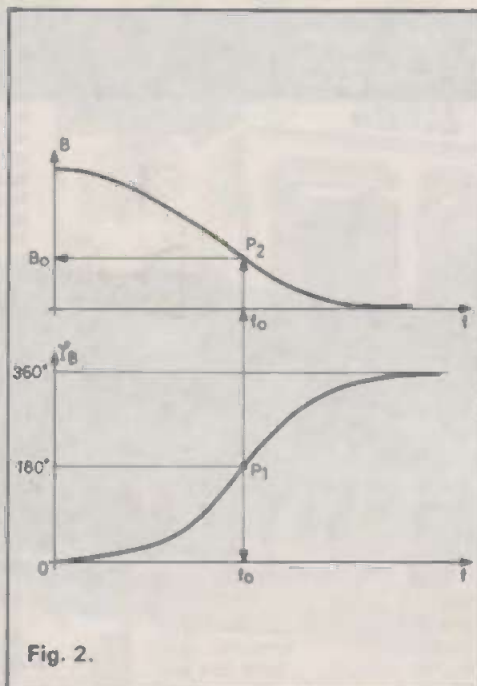

Fig. 2.
Supposons, par exemple, que ces deux grandeurs varient conformément aux courbes de la figure 2. On ne pourra obtenir d'oscillations que si  $\varphi_B = 180^\circ$ , donc pour le point  $P_1$  de la courbe inférieure : on en déduit la fréquence  $f_0$  à laquelle fonctionnera le générateur. A cette fréquence  $f_0$  correspond le point  $P_2$  de la courbe supérieure, qui permet de connaître quel sera alors le gain  $B_0$  du réseau de réaction. A partir de la relation (1) du paragraphe précédent, on en déduit que l'amplificateur associé, devra offrir un gain  $A_0$  :